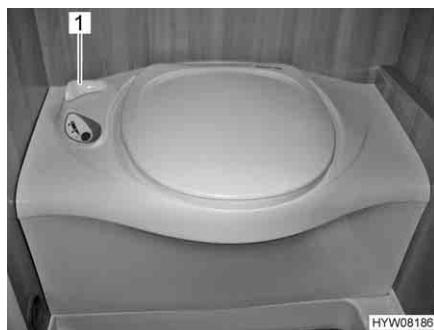

Fig. 97 Toilette Thetford
- Prima di tirare l'acqua, aprire il cursore della toilette Thetford. A tal fine ruotare la leva del cursore (Fig. 97,1) in senso antiorario.
- Dopo aver tirato l'acqua chiudere il cursore. Ruotare la leva del cursore (Fig. 97,1) in senso orario.